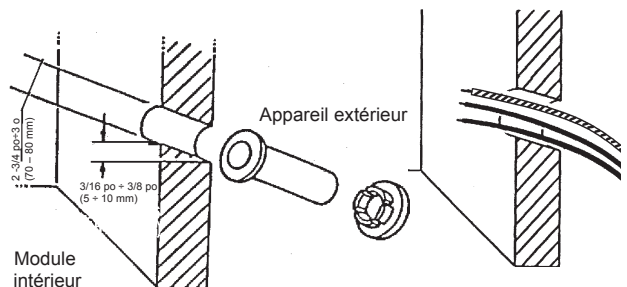

Figure 22 – Perçage pour les raccords
- f. Percez un trou de 2-3/4 po (70 mm) dans le mur en effectuant une pente de 3/16 po sur 3/8 po (4,8 sur 9,5 mm) vers l'extérieur (consultez la figure 22). Ce trou sera utilisé pour la tuyauterie (frigorigène et condensat) et le câblage de commande.